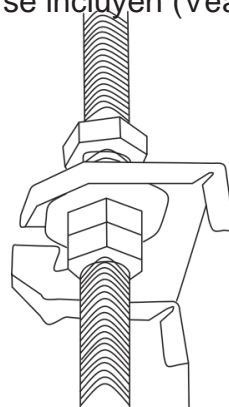

Fig. 4.8
- Monte la unidad interior. Son necesarias dos personas para levantar y fijar la unidad. Inserte los pernos de suspensión en los agujeros de suspensión de la unidad. Asegúrelos con ayuda de las arandelas y los tornillos que se incluyen (Véase la Fig. 4-8).